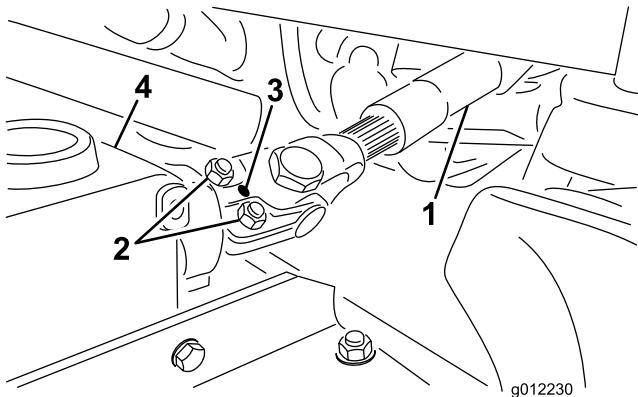

図 4
- ヨークとギアボックスのシャフトからロールピンを取り外す図 4。
- キャップスクリュ2本とロックナットをゆるめる図 4。
- ロールピンを使って、ヨークを刈り込みデッキのギアボックスに固定する図 4。
- ヨークとギアボックスを接続しているロックナットを締め付ける図 4。ロックナットを、20-25 N.m 2.0-2.6 kg.m=175-225 in-lbにトルク締めする。